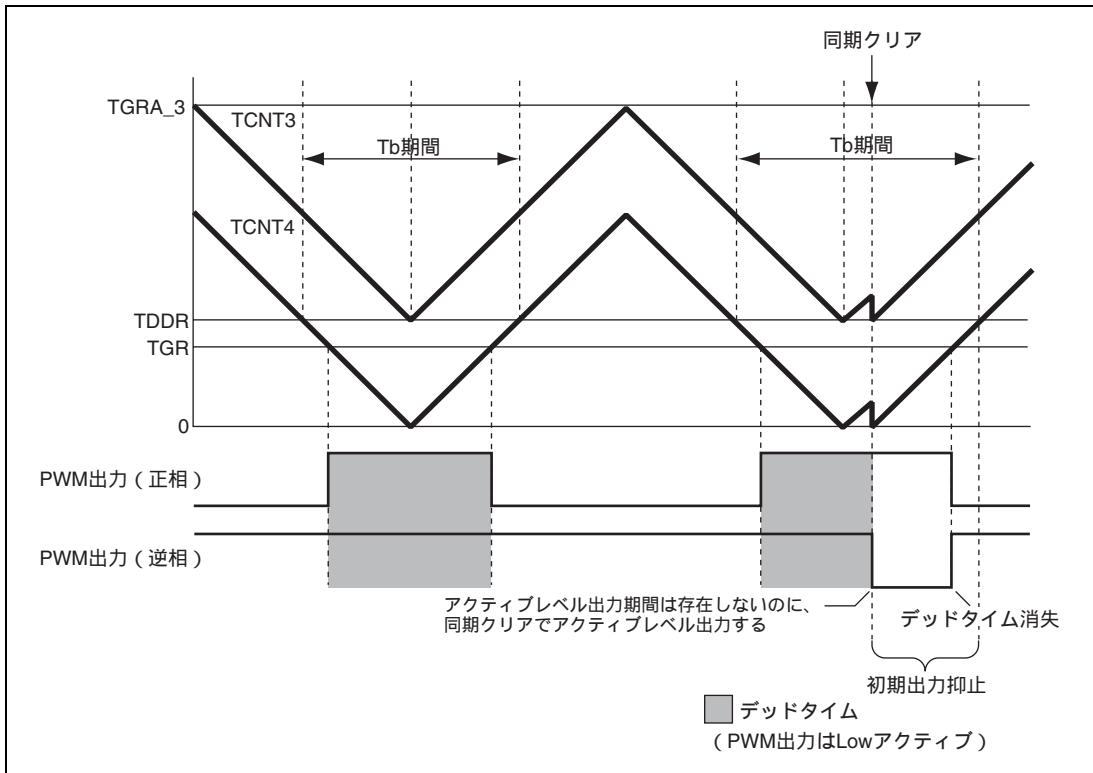

図 11.138 条件 (2) の同期クリア例
条件(2) 初期出力の抑止期間、にて、TGRB_3 TDDR、TGRA_4 TDDR、TGRB_4 TDDR のいずれかが成立する状態で、同期クリアする(図 11.138)。